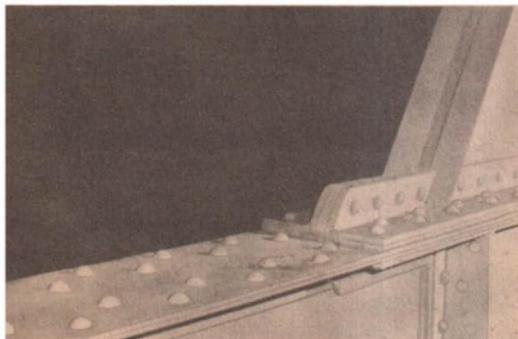

Bild 12/2 Verbinden durch Niete
- Die Teile einer Brücke sind durch Nieten verbunden (Bild 12/2).